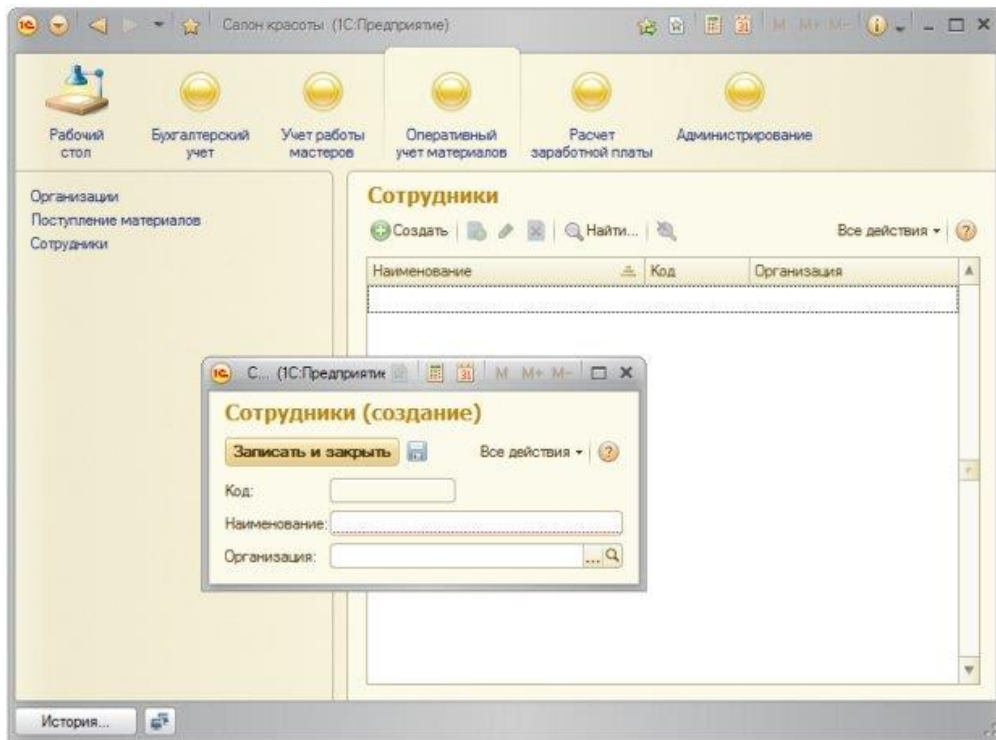

Рисунок 5.23- Справочник Сотрудники
9.8 Теперь откроем список справочника **Сотрудники** и нажмем на кнопку **Добавить**. Общий реквизит **Организация** у данного справочника присутствует, **Рисунок 5.23**.